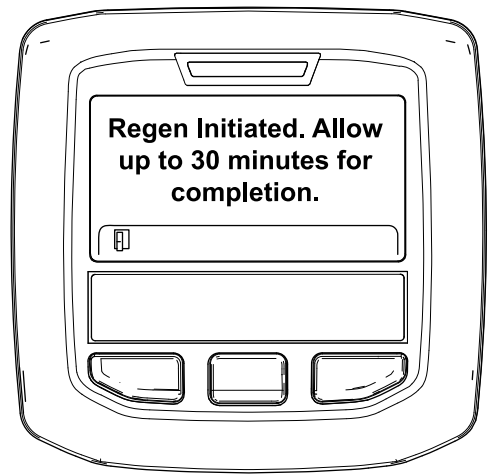

Рисунок 49
- Если регенерация разрешена, на дисплее инфо-центра появится сообщение «Regen Initiated. Allow up to 30 minutes for completion» («Регенерация запущена. Подождите 30 минут до завершения»). Подождите, пока машина не выполнит полный процесс регенерации с парковкой (Рисунок 49).